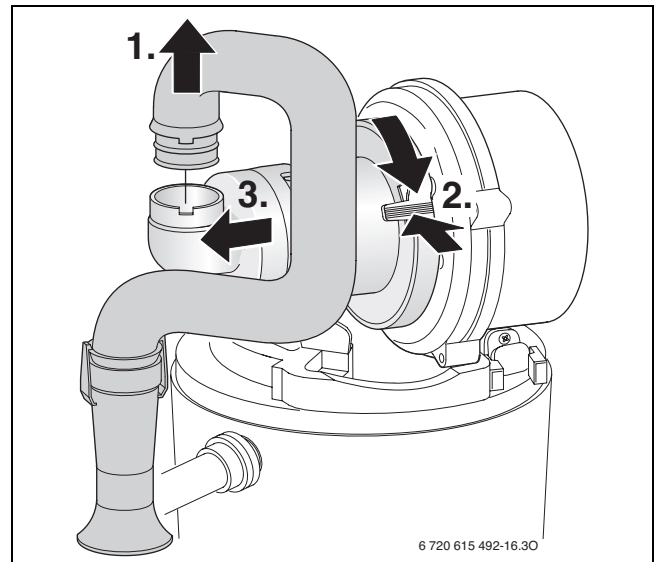

Bild 50 Saugrohr und Mischeinrichtung ausbauen
- Mischeinrichtung nach Bild 50 ausbauen.